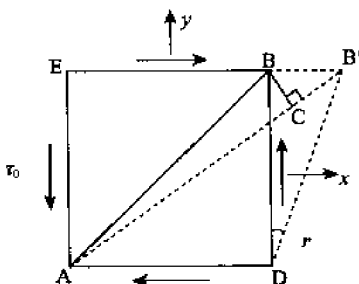
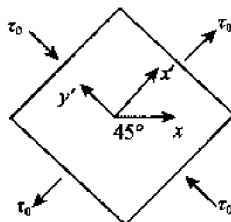
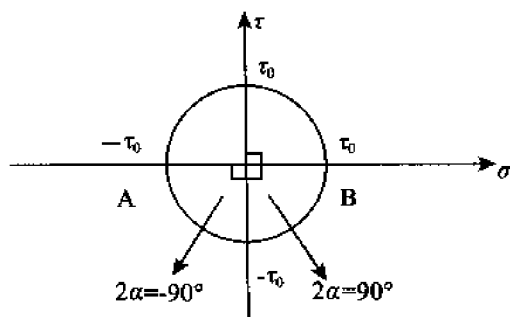

图 7-7
图 7-8
图 7-9
【例 4】 试求如图 7-7 所示纯剪切应力状态旋转 45° 后各面上的应力分量,并将其标于图
7-8 中。并分别利用两种关系:(1)图 7-7 纯剪切应力状态和图 7-8 旋转 45° 后的应力状态应变比能相等;(2)图 7-7 中 45° 对角线方向上的应变和图 7-8 情形下 x' 方向上的应变相等,证明: $G=E/2(1+\mu)$ 。(华中科技大学,2003 年)
解 分析图 7-7 所示应力状态, $\sigma_x = \sigma_y = 0, \tau_{xy} = -\tau_0$, 应力圆如图 7-9 所示,
其中 A 点代表顺时针旋转 45° 方向的应力状态, 即图 7-8 中 y' 方向的应力状态; B 点代表逆时针旋转 45° 方向的应力状态, 即图 7-8 中 x' 方向的应力状态。
那么, 旋转 45° 后各面上的应力分量如图 7-8 所示,
(1) 对于图 7-7 纯剪应力状态, 其应变比能是,
对于图 7-8 所示应力状态, 三个主应力分别是,
(2) 在图 7-7 中, 对角线 AB 经变形后变成了 AB' , 伸长量是
在图 7-8 中, 由(1)问知道 45° 方向的线应变是,